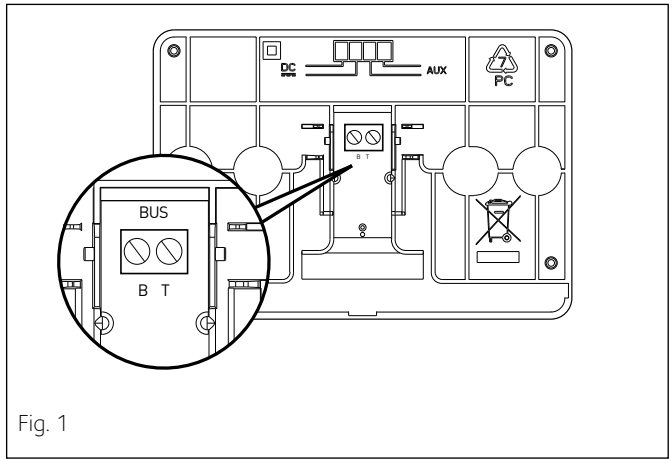

Fig. 1
- avant de raccorder les fils à la base de l'interface de système (fig.1),